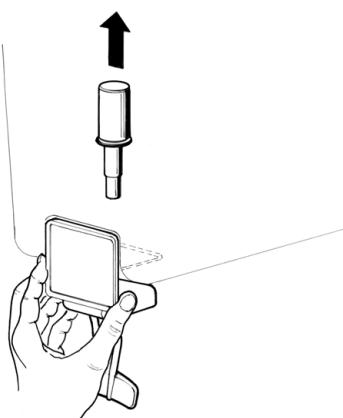

figura 4
- 6 Rubinetto a gravità:** sfilare il pistone e quindi smontare la leva comando rubinetto (vedere figura 4).